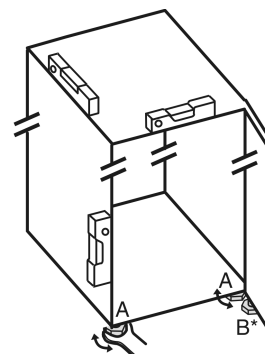

Fig. 25
- ▶ Stellfüße Fig. 25 (A) mit beiliegendem Gabelschlüssel und mit Hilfe einer Wasserwaage herausdrehen, bis das Gerät fest und ebenstehend ausgerichtet ist.
- ▶ Stellfuß Fig. 25 (B) am Lagerbock mit beiliegendem Gabelschlüssel herausdrehen, bis er auf dem Boden aufliegt.
- ▶ Stellfuß Fig. 25 (B) um 90° weiter drehen.